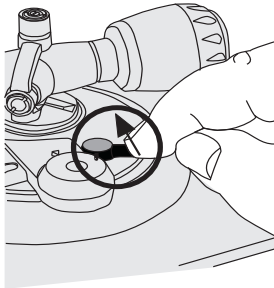

Abb. 9: Justierring freisetzen
- 1 Drehen Sie den Arretierhebel entgegen dem Uhrzeigersinn (Abb. 9).